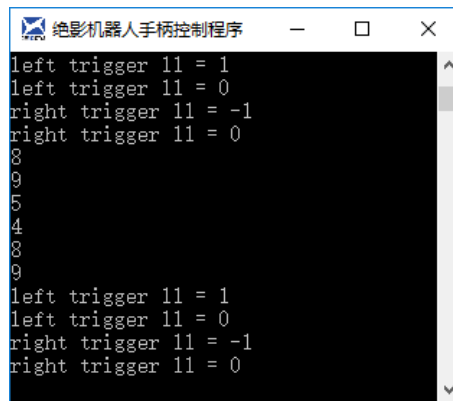

图 4-3 手柄连接正常的提示
- 4) 运行 U 盘中提供的手柄程序，摇动手柄看到程序上如图 4-3 同步显示数据即可。